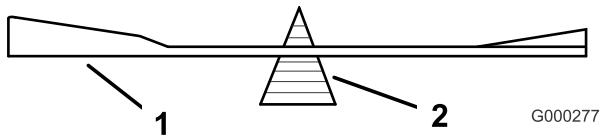
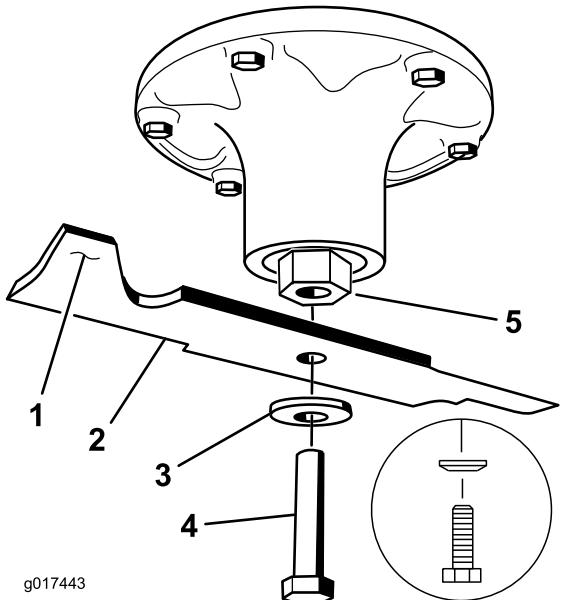

Figure 80
Figure 81
- Vérifiez l'équilibre de la lame en la plaçant sur un équilibrage (Figure 80). Si la lame reste horizontale, elle est équilibrée et peut être utilisée. Si la lame est déséquilibrée, limez un peu l'extrémité de la partie relevée seulement (Figure 81). Répétez la procédure jusqu'à ce que la lame soit équilibrée.
- Posez la lame, la rondelle élastique et le boulon de lame. Le cône de la rondelle élastique doit être dirigé vers la tête du boulon (Figure 81). Serrez le boulon de lame à un couple de 115 à 150 Nm.